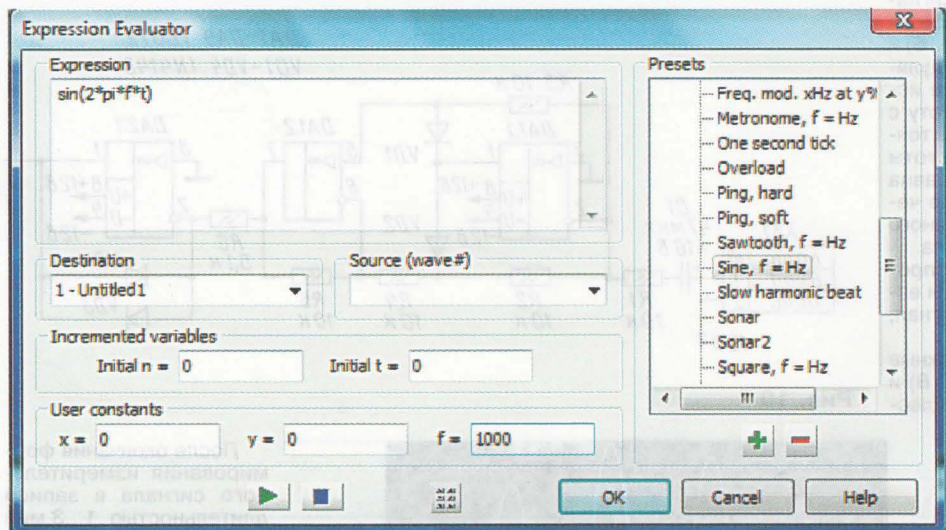

Рис. 5
4. Далее выбираем форму сигнала (синусоидальной формы) и задаем его частоту, например 1 кГц (рис. 5), кликаем кнопку **OK**, в результате в окне редактора появляется сигнал частотой 1 кГц, уровнем 0 дБ (по амплитуде) и длительностью 3 с.